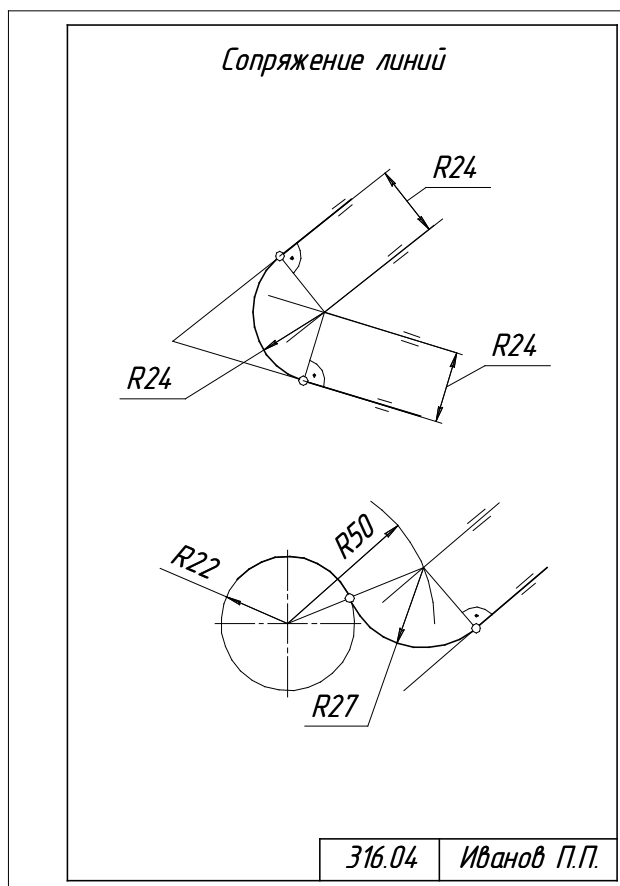

Рис.4. Пример выполнения работы № 4
**Графическая работа 4:** Применить приемы сопряжений. (рис. 4).